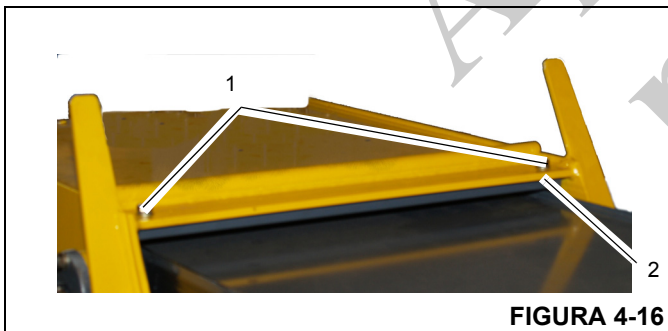

FIGURA 4-16
8. Na parte frontal superior da seção intermediária externa, remova os parafusos com cabeça que fixam a placa de recuo (1) Figura 4-16. Remova a placa de recuo.